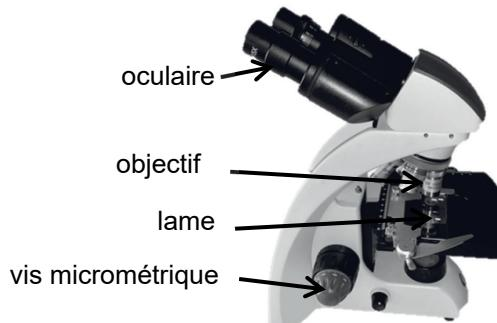
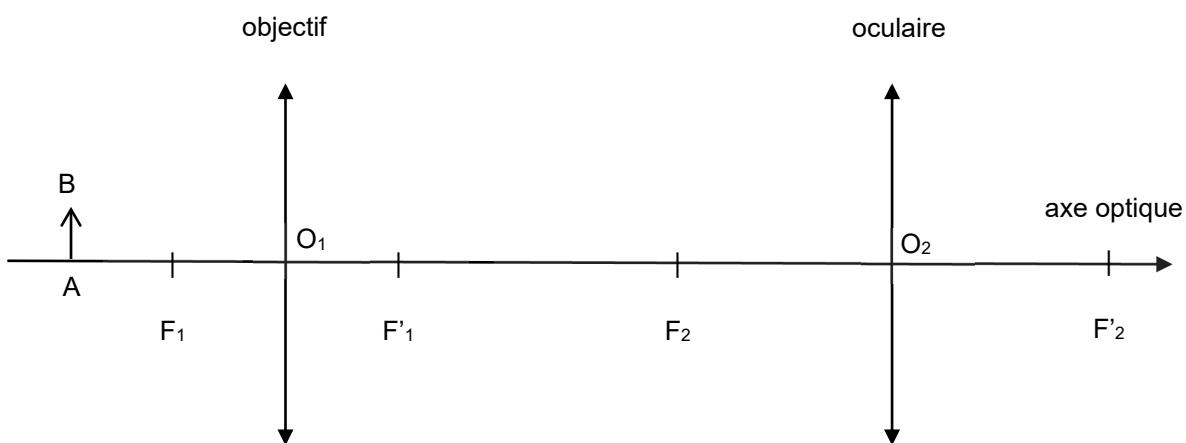

Figure 1. Photographie d'un microscope
Figure 2. Modélisation d'un microscope
On utilise d'abord un microscope représenté en figure 1 et dont une modélisation optique est donnée en figure 2.
**1.1.** Sur la figure 2 reproduite dans **L'ANNEXE À RENDRE AVEC LA COPIE**, construire l'image intermédiaire A1B1 de l'objet AB à travers l'objectif puis l'image définitive A2B2 de A1B1 à travers l'oculaire.